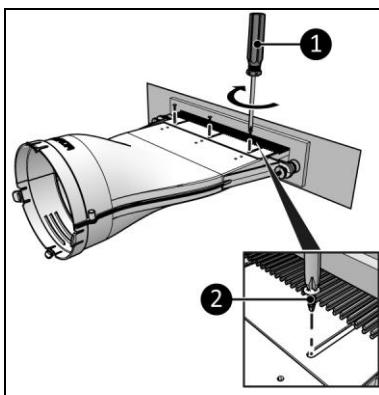

Figure 6
- Fixez la partie principale et le dispositif de transfert avec les vis (Figure 6, pos. 2) en utilisant un tournevis Phillips (Figure 6, pos. 1).